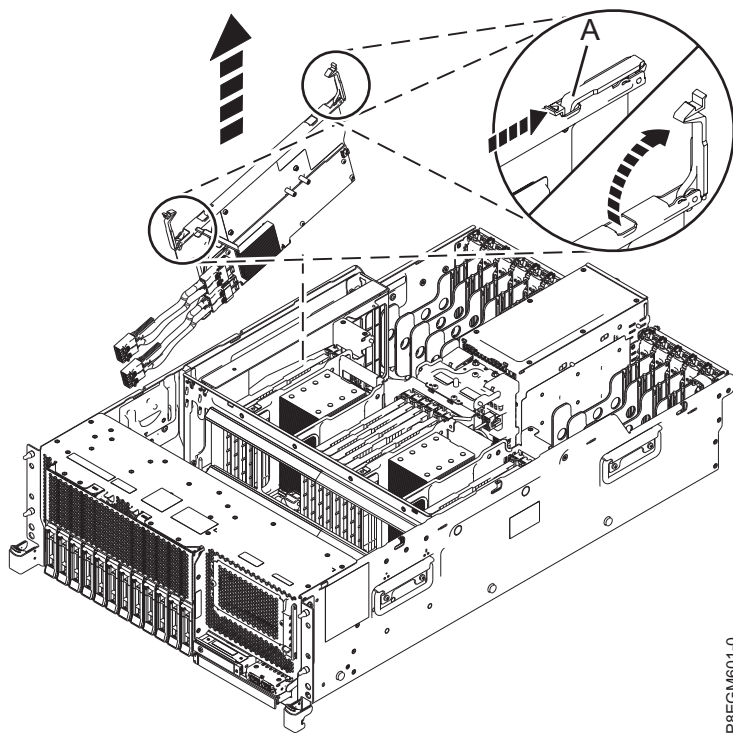

Figura 13. Remover o SAS RAID adaptador interno
5. Levante os manípulos azuis (**A**) do adaptador interno SAS RAID na direcção apresentada. Consulte Figura 13 na página 16.